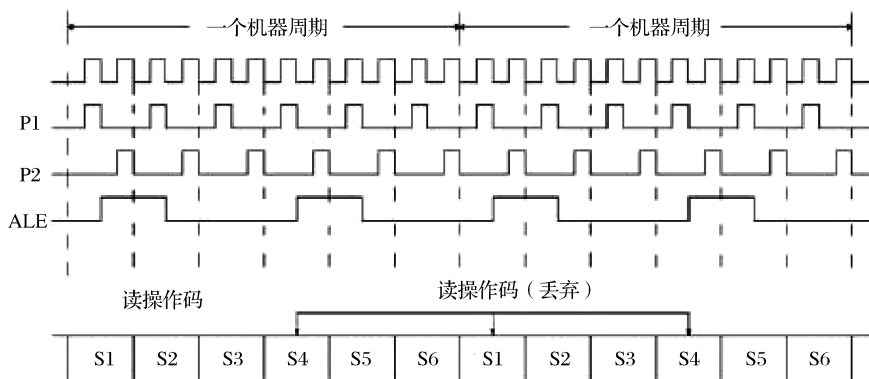

图 1-7 单字节双周期指令时序
(2) 双周期指令的时序。双周期指令的时序如图 1-7 所示。对于单字节双周期指令，在两个机器周期之内要进行 4 次读操作，只是后 3 次读操作无效。
在图 1-6 和图 1-7 中还示出了地址锁存允许信号 ALE 的波形。可以看出，在片外存储器不作存取时，每一个机器周期中 ALE 信号有效两次，具有稳定的频率。所以，ALE 信号是时钟振荡频率的 1/6，可以用作外围设备的时钟信号。